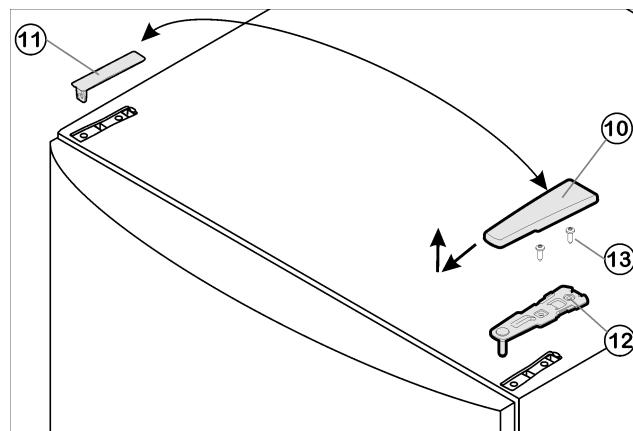

Fig. 9
- Retire hacia delante y hacia arriba la cubierta Fig. 9 (10).
- Desmonte la cubierta Fig. 9 (11).
- Desatornille el soporte de cojinete superior Fig. 9 (12) (2 Torx® 25) Fig. 9 (13) y extráigalo hacia arriba.
- Inserte el soporte de cojinete superior Fig. 9 (12) en el nuevo lado de la bisagra y en la puerta.
- Atornille el soporte de cojinete superior (**con 4 Nm**) **para fijarlo** (2 Torx® 25) Fig. 9 (13). Dado el caso, grabe los agujeros de tornillo o utilice un destornillador de batería.
- Encaje la cubierta Fig. 9 (11) y la cubierta Fig. 9 (10) en el lado opuesto, respectivamente.